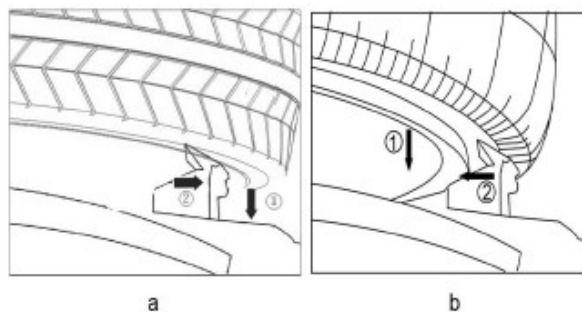

Рис. 15
- > В случае зажима изнутри, (рис.15-а), нажмите на педаль D, сведите кулачки вместе, поместите колесо на поворотный стол и нажмите на педаль C для зажима.
- > В случае внешнего зажима (рис.15-б), разведите кулачки наружу (на 2-3 см от края обода) и поместите колесо на поворотный стол, подведите обод близко к кулачкам, нажмите на педаль D для зажима колеса.